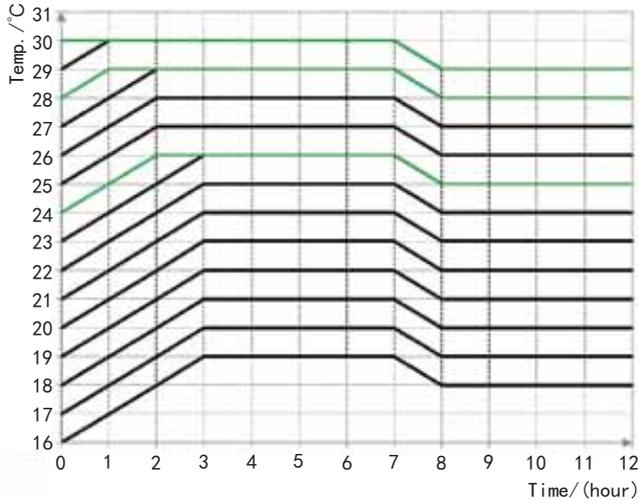

Fig. 14 Curba de repaus în modul de funcționare COOL
- (1). Funcția Sleep este setată implicit a fi OFF (decuplată) la pornire.
- (2). Funcția Sleep nu este disponibilă în modul de funcționare Fan (ventilator).
- (3). Atunci când este activată funcția Quiet (Silențios), funcția Quiet va fi menținută activă indiferent dacă funcția Sleep este activată sau dezactivată.
- (4). În modul de funcționare Cool (Răcire), funcția Sleep este ON, intervalul de temperaturi poate fi 16~23°C, 24~27°C, 28~29°C sau 30°C. Fiecare dintre ele are o curbă diferită așa cum se prezintă în Fig. 14